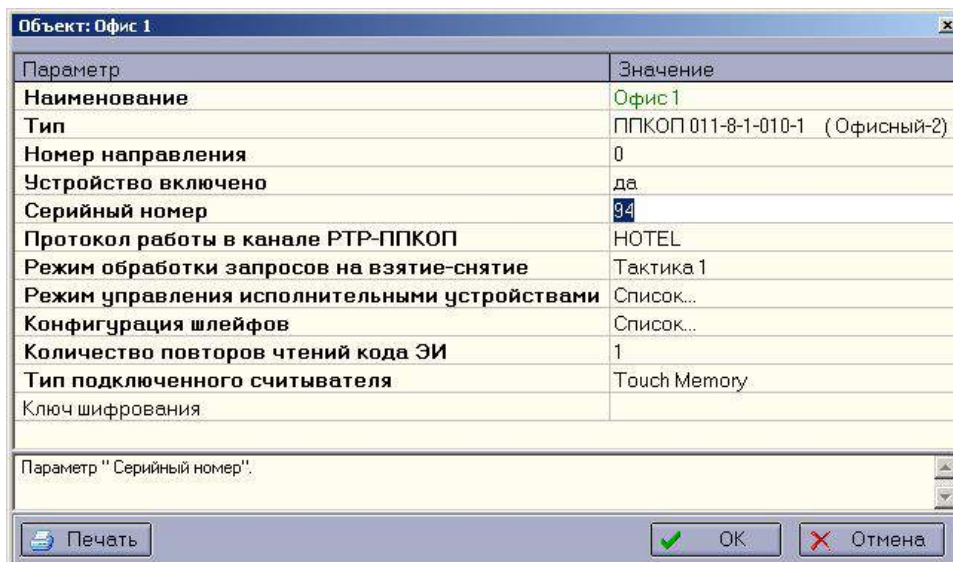

Рисунок 4.2 Окно параметров прибора.
- указать серийный номер прибора в ячейке конфигурации прибора «Серийный номер». Серийный номер прибора указывается на его корпусе при выпуске. Пример изменения номера приведен на Рис. 4.2;